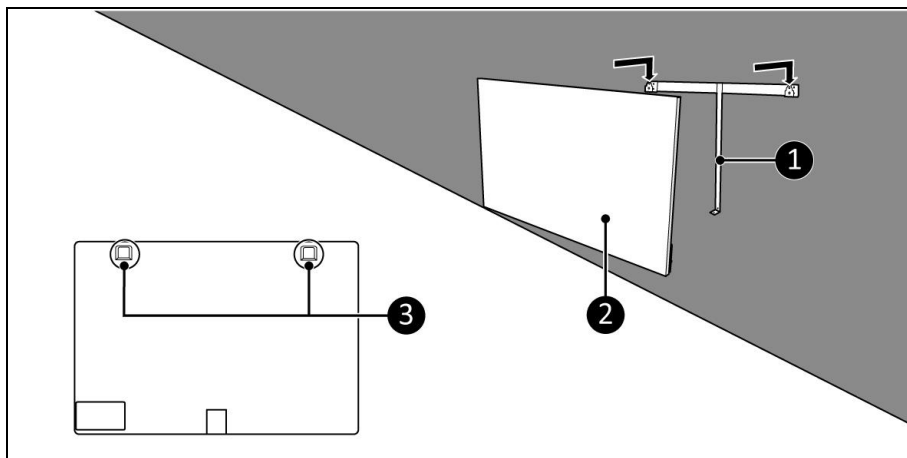

Afbeelding 6
2. Plaats het apparaat op een minimale afstand (Afbeelding 6) van: